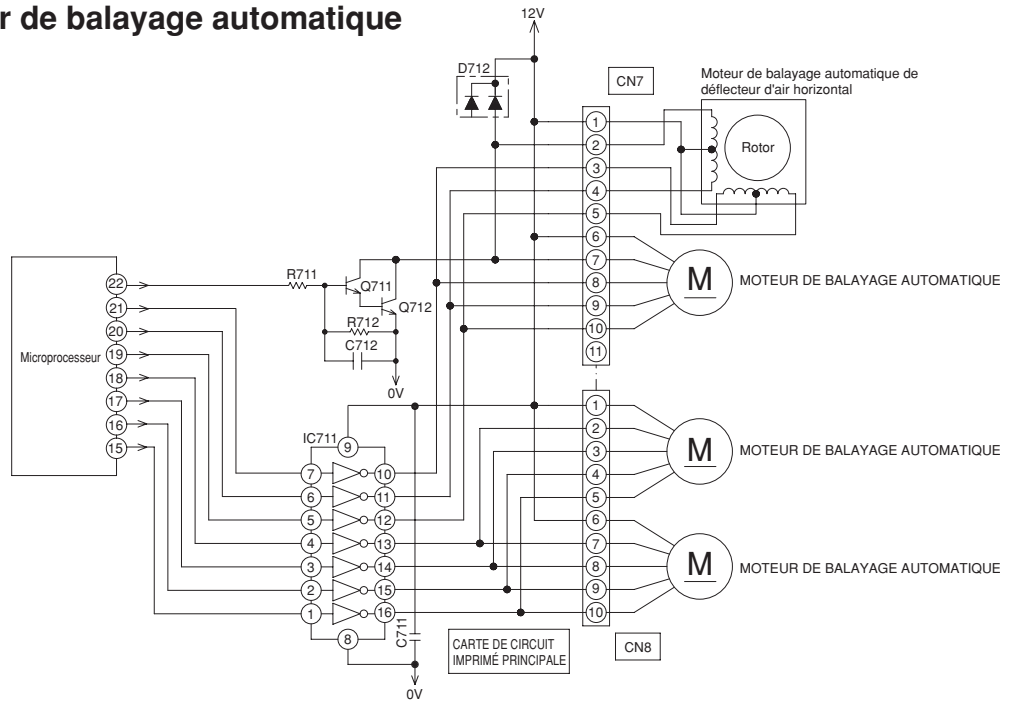

Fig.4-1
- La Fig. 4-1 représente le circuit de commande de moteur de balayage automatique; les signaux représentés sur la Fig. 4-2 sont délivrés par les broches (15) – (22) du microprocesseur.